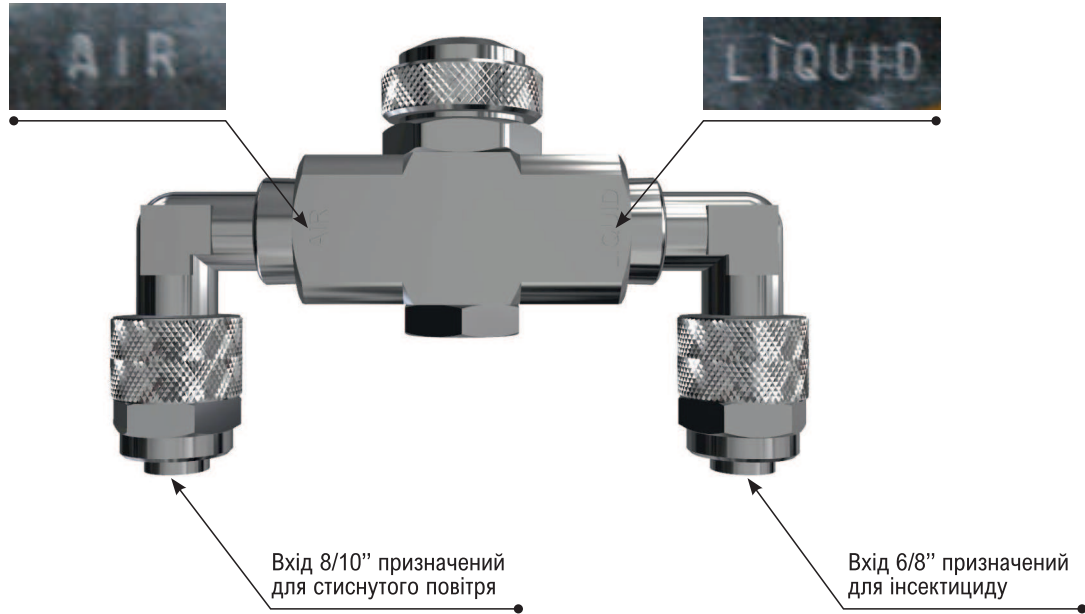

Рис. 4
- Форсунка 1/4J 2850 S (рис. 4, с.7) має фітінг для під'єднання трубки подачі стиснутого повітря і фітінг для під'єднання трубки подачі рідкого інсектициду.